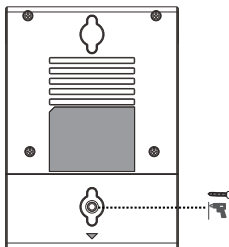

Abb. 2
1. Nach dem Anschließen der Kabel schließen Sie die Rückabdeckung und befestigen diese mit der Schraube PA3×8 mm, wie in Abbildung 2 dargestellt.